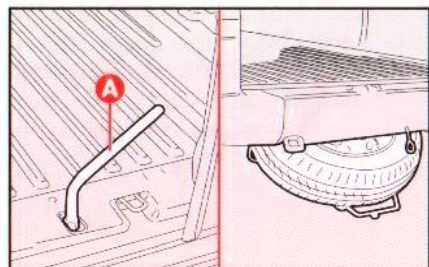
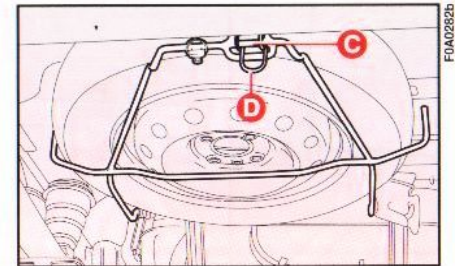

Abb. 6
Abb. 16
6) Mit dem Radschlüssel **A**, **Abb. 6** die Befestigungsschraube der Halterung des Ersatzrades lösen.
Blockierungsbolzen der Halterung **Abb. 6** erneut festziehen.
– den unteren Teil des Halterungsbügels **C**, **Abb. 16** in die Verankerungsfeder **D** einhaken und die Blockierungsbolzen der Halterung **Abb. 6** erneut festziehen.